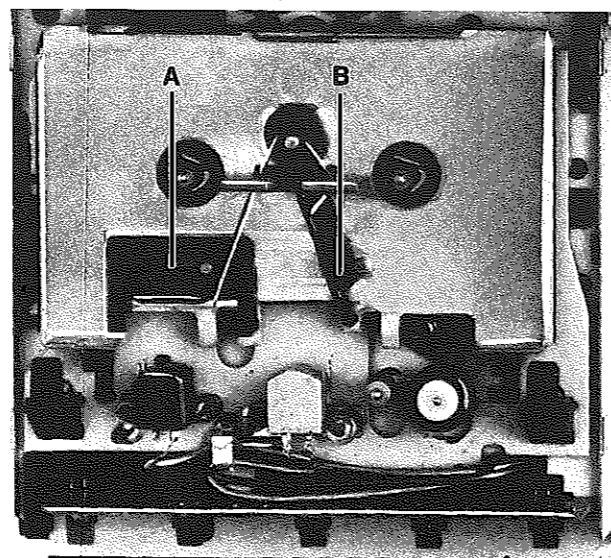

Fig. 16
- Déplacer le levier palpeur B du gabarit vers la tête ENR/LEC : le levier palpeur B doit pouvoir se déplacer facilement au milieu de la fourchette guide-bande de la tête ENR/LEC (Fig. 16)
a) Avancée de la tête (Fig. 16)
- Déplacer la glissière A du gabarit vers la tête d'EFF 035; le bord inférieur du levier palpeur doit pouvoir se déplacer librement dans la fourchette du guide-bande (Fig. 16)